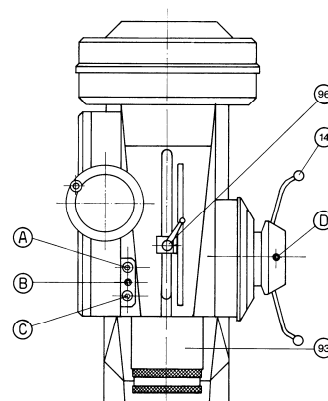
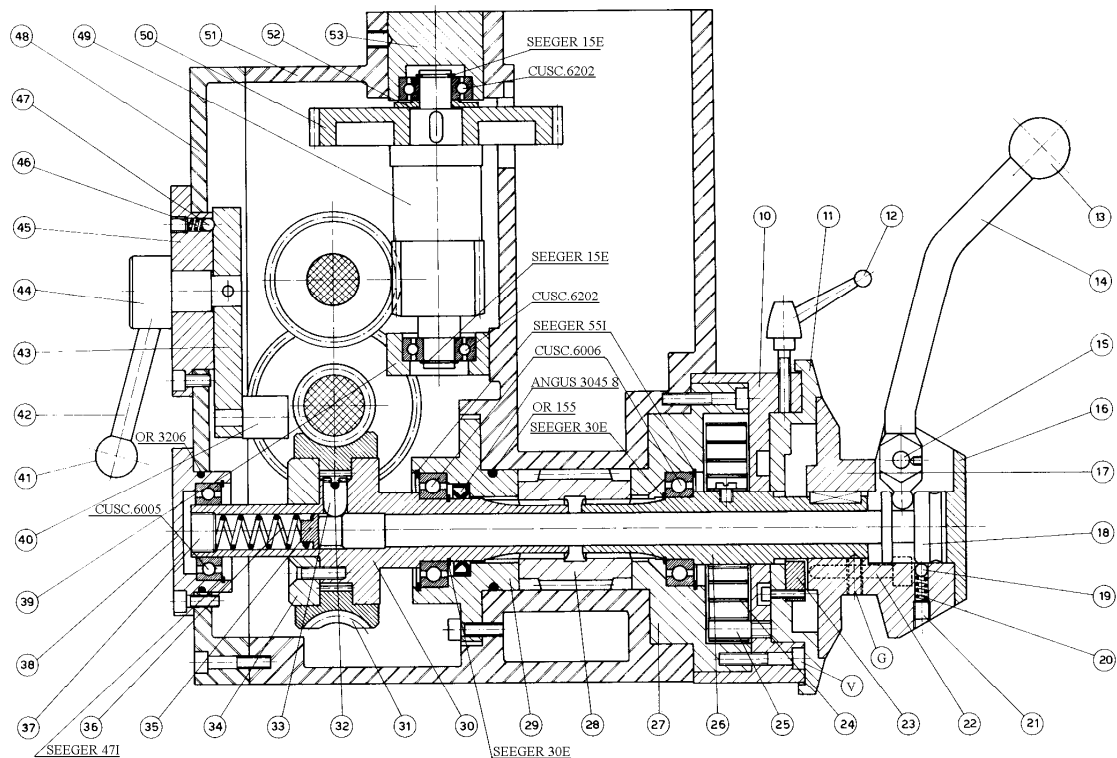

FIG.3
FIG.4
S'assurer que le voltage du moteur correspond à celui de la ligne d'alimentation .Pour les moteurs triphasés bipolaires ,le voltage est unique donc , si la tension du secteur ne correspond pas à celle du moteur , il faudra remplacer le moteur.Effectuer le branchement au moyen du tronçon de câble qui sort à l'arrière de la boîte électrique comme l'indique la figure 3 .Prévoir , en amont de la connexion , un interrupteur général muni de fusibles. (de type Am)
3.1 REGLAGE DE LA BUTEE DE PROFONDEUR (FIG.3)
3.2 REGLAGE DE LA DESCENTE AUTOMATIQUE (FIG. 3 / 4)
Pour enclencher le dispositif d'avance automatique , tirer les leviers (14) fig.3 vers l'extérieur en s'assurant que l'arrêt de profondeur manuel (96) fig.3 est en fin de course en bas. Pour choisir le type d'avance , agir sur le levier (42) fig.4 . Pour travailler avec l'avance du petit volant , positionner le levier (42) fig.4 au point mort (position intermédiaire entre deux avances) et enclencher le dispositif d'avance automatique. Faire ensuite tourner le volant (77) fig.4 pour obtenir l'avance manuelle micrométrique. Cette fonction est très utile pour le fraisage , pour accentuer l'effet entre un passage et l'autre . Lorsqu'on travaille avec l'avance automatique , il est possible de prédéterminer la perceuse de sorte à obtenir la profondeur désirée. Pour ce faire , desserrer la poignée (12) fig.4 en faisant ensuite tourner le vernier gradué (11) fig.4 de sorte que la ligne du zéro sur le bloc (17) fig.4 coïncide avec la graduation sur le vernier correspondant à la profondeur désirée ; bloquer ensuite la poignée (12) fig.4. Si le dispositif de descente automatique ne reste pas enclenché , serrer légèrement la vis sans tête D.fig.3.
3.3 REGLAGE DU RESSORT DE RAPPEL DE BROCHE (FIG.4)
3.4 REGLAGE DU JEU DE FOURREAU (FIG.3)
- C - Débloquer l'arrêt d'urgence (6 fig.4)
- E - Appuyez 2 fois sur l'interrupteur (2 fig.4)
- F - Augmentez ou diminuez la vitesse à l'aide des interrupteurs (3 fig.4)
- G - Pour arrêter la perceuse appuyez sur l'interrupteur (5, 6, 1 fig.4)